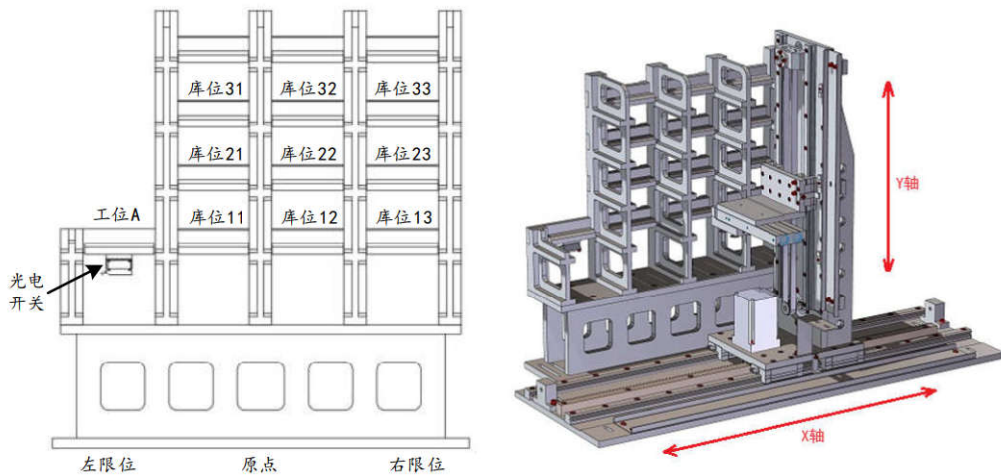

图 2-3 立体仓库库位及传感器安装布局图
3) 按图 2-3 所示的位置完成立体仓库传感器的安装，立体仓库的各库位如图 2-3 所示。